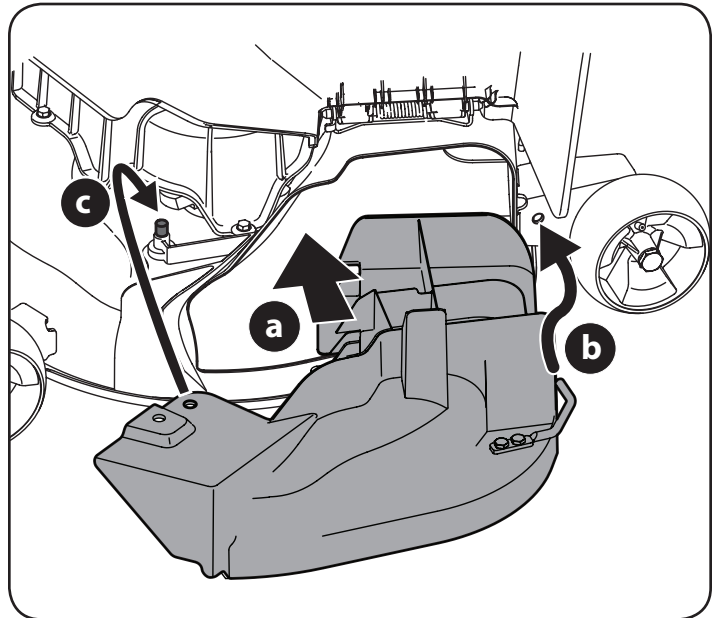

Figure 5
3. Pour installer le couvercle de la déchiqueteuse, faites pivoter le déflecteur de la goulotte vers le haut et consultez la Figure 5 :